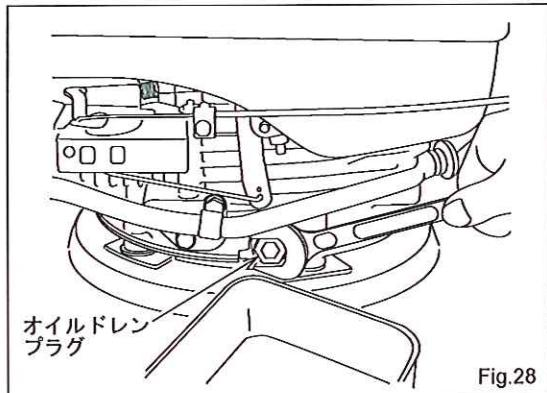

Fig.28
- ・オイルドレンプラグはエンジンの左横側に付いています。(Fig.28)
(1) オイルドレンプラグの下付近に適当な容器を置いて下さい。
(2) オイルドレンプラグをゆるめて取り外し、エンジンオイルを容器に抜き取って下さい。
(3) エンジンオイルの抜き取りが終わったら、オイルドレンプラグを元の位置に取り付けて下さい。